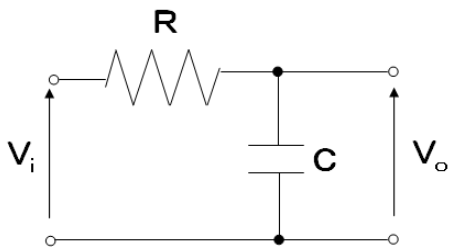

図4：積分回路
抵抗とキャパシタによる積分回路を図4に示す。正弦波入力に対して図4が積分回路として動作する条件は、微分回路と同様にして、
- (2) 図4の積分回路で、 $R = 100\text{ [k}\Omega\text{]}$ 、入力電圧 6 [Vp-p] 、入力の方波の周波数を 1 [kHz] とし、積分波形が得られるように C の値を適当に選べ。また、そのときの波形を観察・記録せよ。
- (3) 微分回路と積分回路において、入力を正弦波、電圧を 6 [Vp-p] とし、周波数を $10, 20, 30, 50, 100, 200, 300, 500, 1000, \dots$ という割合で $10\text{ [Hz]} \sim 1\text{ [MHz]}$ まで変化させたときの出力電圧を測定・記録し、周波数特性（周波数－出力電圧）を片対数グラフに図示せよ。また、入・出力の位相についてもそのズレを測定すること。